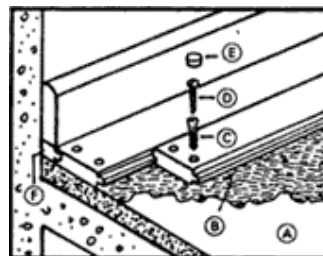

Figura 11. Fixação dos barrote.
- **Barrote:** é fixado através de buchas e parafusos, recomendando-se o distanciamento de 30 até 40 cm ou chumbado através de argamassa e pregos. Os barrote são alinhados e chumbados ao chão através de uma camada de argamassa de espessura média de 2 cm (Figura 11).